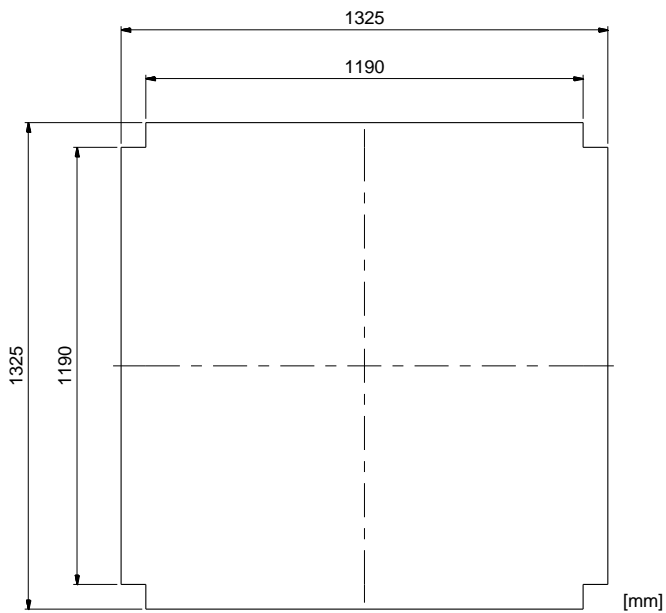

Рис. 21. *Размеры нижней фанерной панели.*
5.1 Убедитесь, что все четыре угловые стойки правильно установлены в нижнюю раму. Вырежьте панель из 18-миллиметровой фанеры, соответствующей EN 636-3, как показано на Рис. 21, и уложите ее в центр нижней рамы. С помощью болтов прикрепите восемь опор опалубки к приварным гайкам. Используйте болты, имеющиеся на